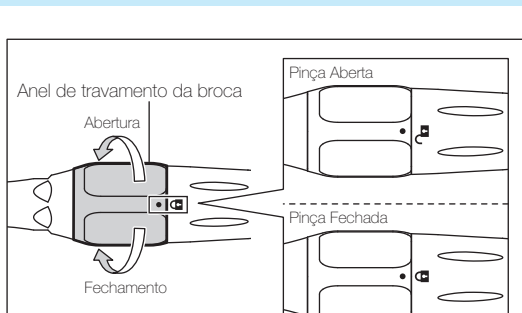

Fig. 2
- 1) Gire o Anel de Travamento da Broca na direção da marca "↻" até encaixar. (Fig. 2)
- 2) Gire o Anel de Travamento da Broca para a posição ABERTA. (Fig. 2)